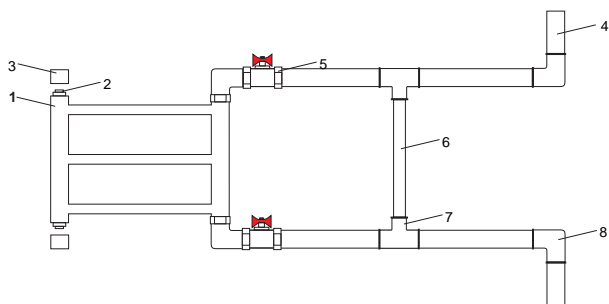

Рис.2
4.3 При установке и подключении полотенцесушителя должны быть соблюдены требования СНиП 2.04.01-85 и СНиП 2.04.07-85, а также "Правил и норм технической эксплуатации жилищного фонда". В случае монтажа полотенцесушителя непосредственно к стояку, необходимо установить шунтирующую (обводную) перемычку (рис.2), диаметр которой должен быть на размер меньше диаметра стояка (например: стояк Ду 32 мм, перемычка Ду 25 мм).